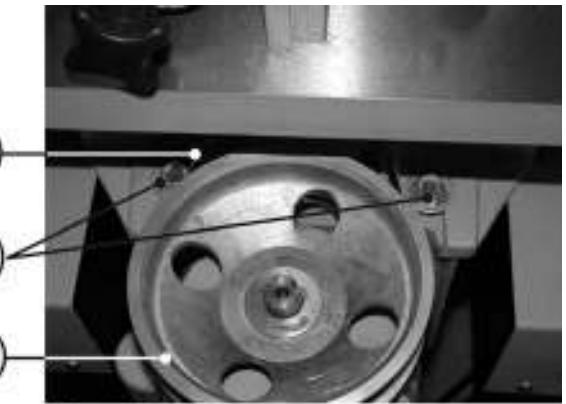

Рис.12
9.1.4. Для увеличения или уменьшения натяжения ремня (38) необходимо ослабить две гайки (40), и соответственно переместить шкив (39) Рис.12. Положение зафиксировать двумя гайками (40).